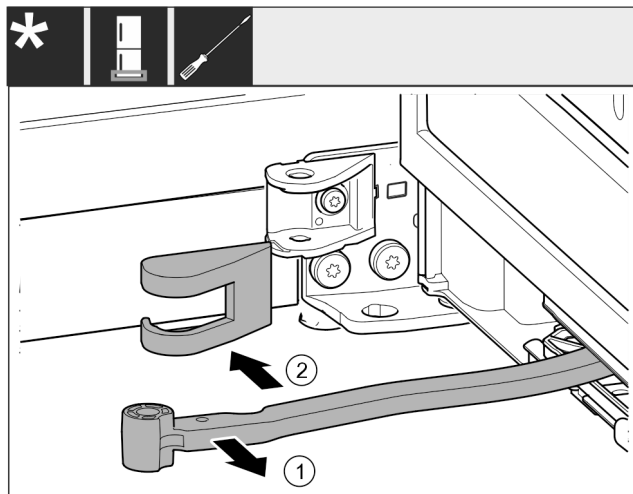

Fig. 17
- Otočte kloub Fig. 17 (1) směrem ke dveřím.
- Odstraňte kryt stojanu ložiska Fig. 17 (2).